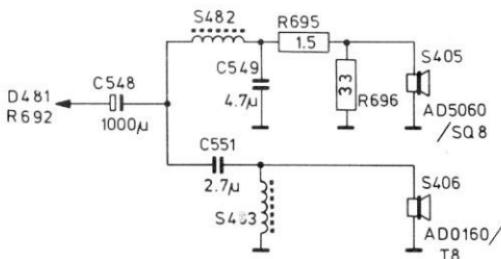

Fig. 1
- Le schéma de principe a été adapté (voir Fig. 1).
- Het principeschema is aangepast zoals in Fig. 1 is aangegeven.
- Das Prinzipschaltbild wurde gemäss Abb. 1 angepasst.
Fig. 1 shows the exploded view of the new rear panel.